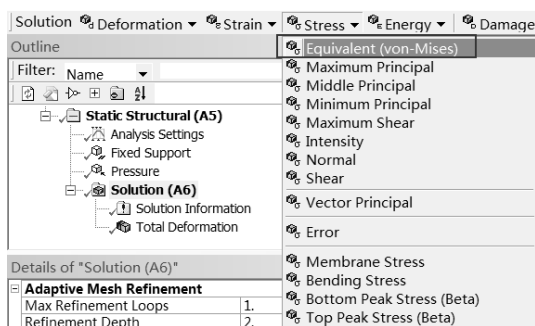

图 14-29 应力分析工具
Step5：选择 Solution 工具栏中的 Stress Equivalent（von-Mises）命令，如图 14-29 所示，此时在分析树中会出现 Equivalent Stress（等效应力）选项。